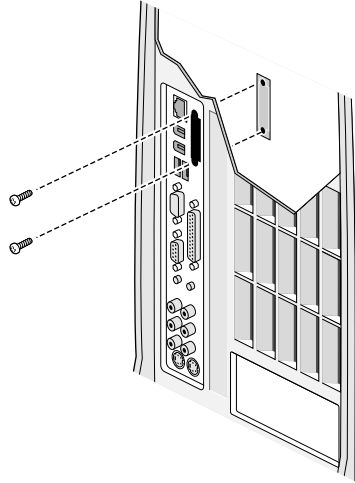

図 5-14 ブランクパネルの取り付け
11. 交換用のカードを取り付けない場合は、ブランクパネルを内側から I/O 開口部に取り付けます (図 5-14)。交換用のカードを取り付ける場合は、80 ページの「フラットパネルオプションカードの取り付け」を参照してください。